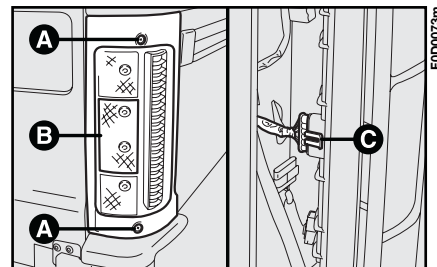

Abb. 20
- 1) Mit einem Schraubenzieher die 2 Schrauben **A**, **Abb. 20** lockern